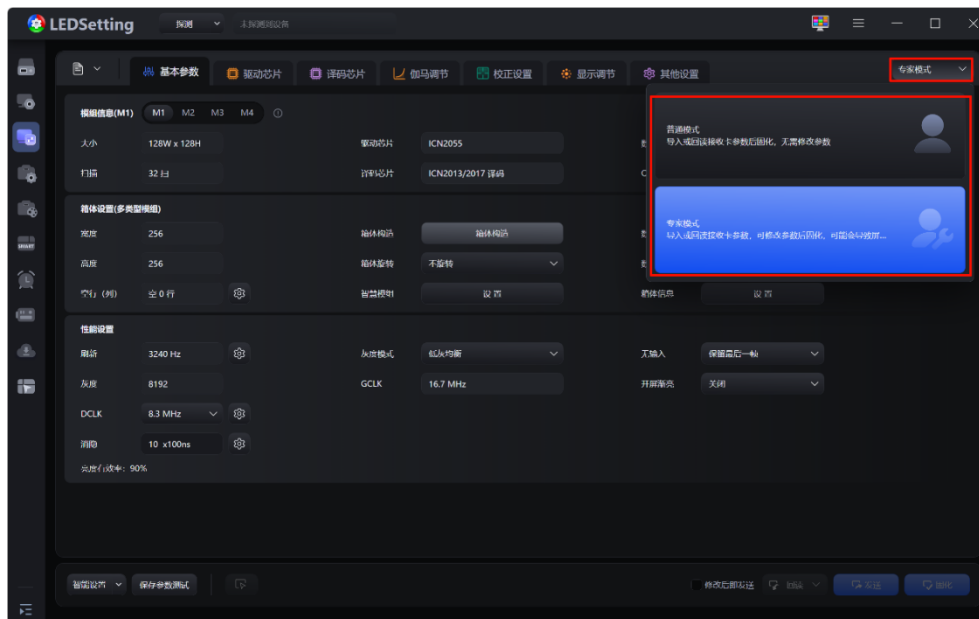

图 7.2.1 普通模式和专家模式
- 显示屏参数页面可分为两种模式：**【普通模式】**和**【专家模式】**，通过如图 7.2.1 指示位置切换模式。